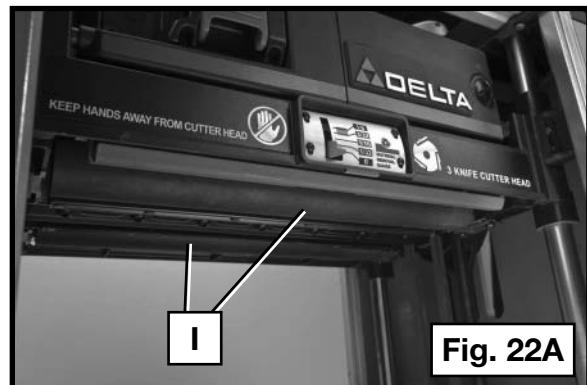

Fig. 22A
8. Profiter de cette occasion pour nettoyer les rouleaux (I) également, fig. 22A.
10. Remettre et fixer la barre de retenue (F) retirée à l'**ÉTAPE 4**. Serrer solidement toutes les attaches.